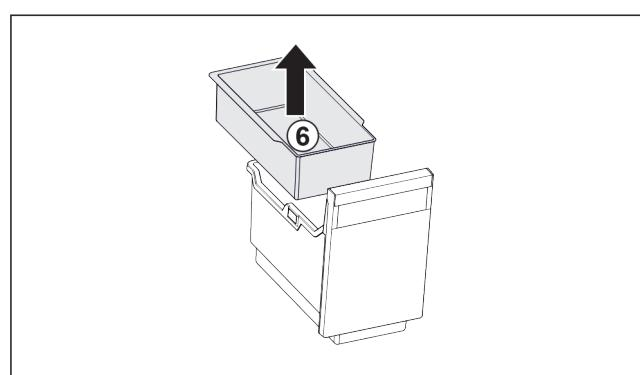

Fig. 30
- Извадете окачващата се поставка Fig. 30 (6).